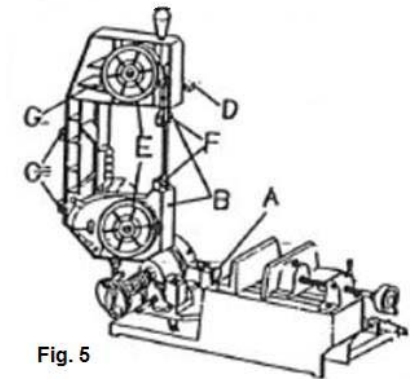

Fig. 5
2. Aixequi el capçal fins formar un angle de 90 graus estirant una mica l'anella (A a la fig. 5) per alliberar la clavilla de bloqueig. Desplaci'l fins a la ranura feta per mantenir el capçal en posició vertical.
3. Tregui els protectors de la serra (B a la fig. 5) i la tapa afluixant els cargols (C a la fig. 5) que hi ha a la carcassa.
4. Pressioni sobre la maneta de tensió de la fulla (D a la fig. 5).
5. Tregui la serra de les dues rodes (E) i de les guies (B).